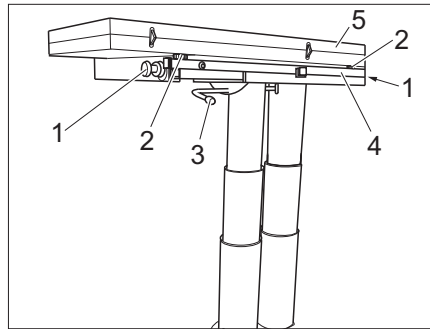

Bild 113 Tisch vergrößern
- Rändelschrauben (Bild 113,1) an beiden Seiten lösen.
- Verriegelungshebel (Bild 113,3) nach links schwenken. Der Hubtisch ist entriegelt.
- Tischunterbau (Bild 113,4) herausziehen.
- Tischhälfte (Bild 113,5) ausklappen.
- Gewünschte Höhe der Tischplatte mit den zwei Einstellschrauben (Bild 113,2) einstellen.
- Verriegelungshebel (Bild 113,3) nach rechts schwenken. Der Hubtisch ist verriegelt.
- Verriegelungshebel (Bild 113,3) lösen.
- Tischhälfte (Bild 113,5) einklappen.
- Zwei Einstellschrauben (Bild 113,2) eindrehen.
- Tischunterbau (Bild 113,4) einschieben.
- Den Verriegelungshebel (Bild 113,3) nach rechts schwenken. Der Hubtisch ist verriegelt.
- Rändelschrauben (Bild 113,1) an beiden Seiten festziehen.
- Den Verriegelungshebel (Bild 113,3) nach links schwenken. Die Verriegelung ist offen.
- Ggf. die Einstellschrauben (Bild 113,2) eindrehen.